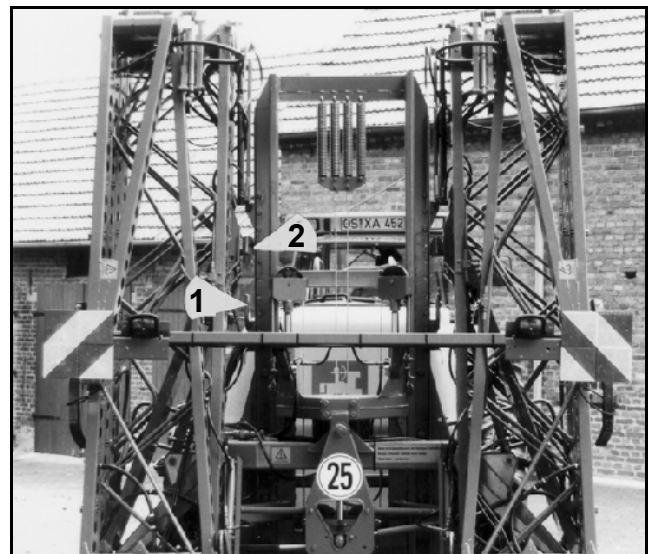

Fig. 8.69
- Relevez la rampe en utilisant la touche de réglage en hauteur (Fig. 8.69/1), jusqu'à ce que les supports de réception se désolidarisent des berceaux de réception (Fig. 8.69).